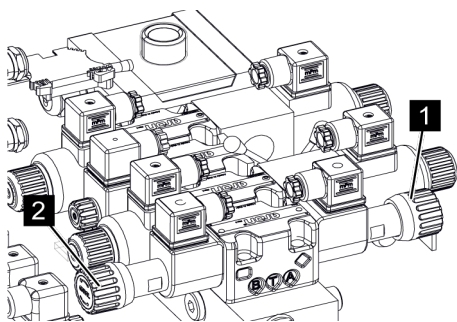

Fig. 86: Activer la fonction
8. ➔ Pour la **commande des appuis**, tourner la vanne (Voir la Fig. 86/1) à fond dans le sens des aiguilles d'une montre.
Pour la **commande de la plateforme**, tourner la vanne (Voir la Fig. 86/2) à fond dans le sens des aiguilles d'une montre.
Ne tourner toujours qu'une seule vanne (Voir la Fig. 86/1 ou 2). L'autre doit toujours être dévissée.